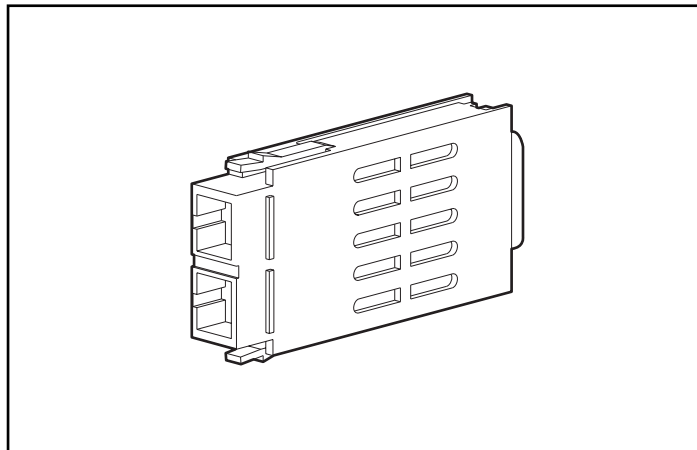

Figura 2-15. GBIC (GigaBit Interface Converter Module)
- Guidare tutti i cavi attraverso l'apposito canale sul lato sinistro del rack. Vedere la Figura 2-15.